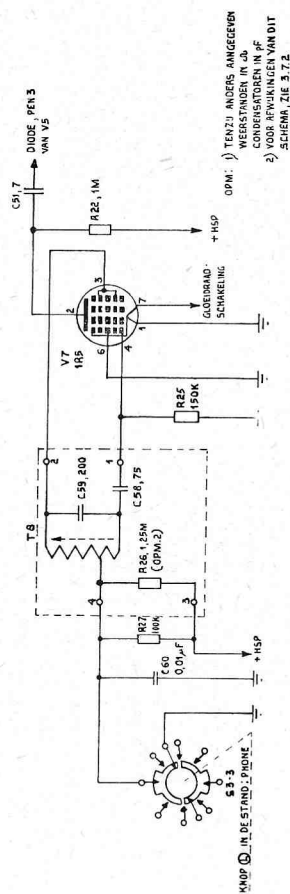

Fig. 24. Zwevingsooscillator
3.2.9 Zwevingsschakelaar, V7 (zie fig. 24).